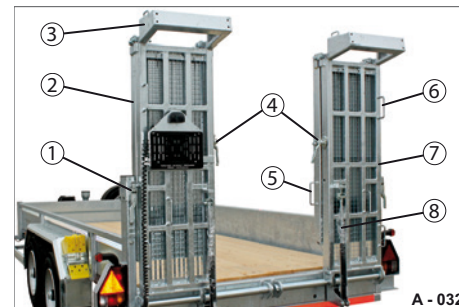
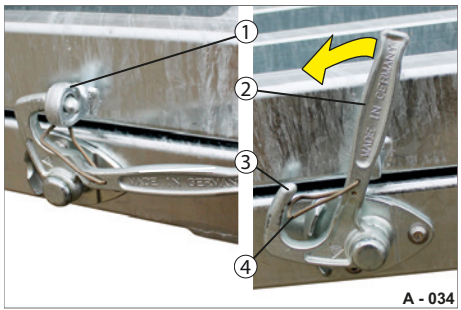

Abb. 34 Auffahrampen, zweigeteilt
Abb. 36 Drehhebel-Verschluss entriegeln
- ▶ Entriegeln Sie den Drehhebel-Verschluss (Abb. 34/4): Drücken Sie die Zuhalte-Feder (Abb. 36/4) ein und drehen Sie gleichzeitig den Hebel (Abb. 36/2) ganz auf. Der Haken (Abb. 36/3) wird freigegeben.